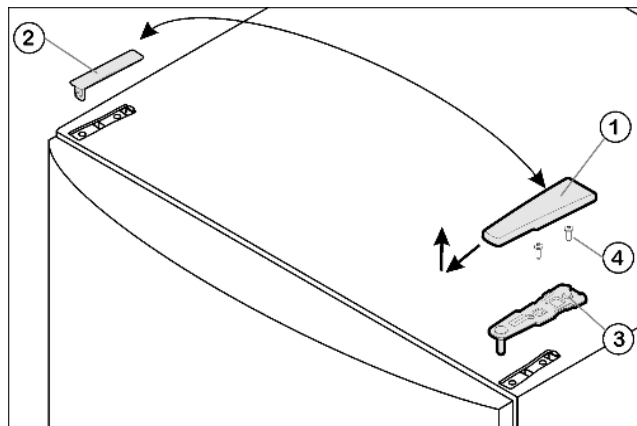

Fig. 4
- Крышку Fig. 4 (1) снимите движением вперед и вверх.
- Снимите крышку Fig. 4 (2).
- Открутите верхний опорный кронштейн Fig. 4 (3)(2 шт. Torx 25) Fig. 4 (4) и вытяните вверх.
- ▶ Установите верхний опорный кронштейн Fig. 4 (3) на новой стороне шарнира и защелкните в дверце.
- ▶ Прикрутите верхний опорный кронштейн с усилием **мин. 4 Нм** (2 шт. Torx 25) Fig. 4 (4). При необходимости сделайте отверстия или используйте аккумуляторную отвертку.
- ▶ Наденьте и защелкните крышку Fig. 4 (1) и крышку Fig. 4 (2) на противоположной стороне снаружи.